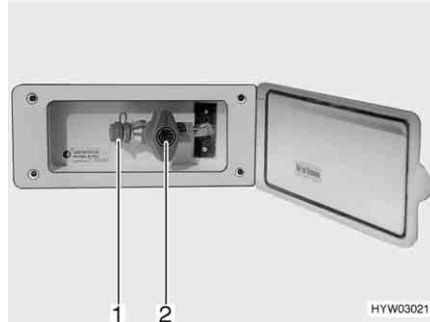

Bild 109 Extern gasanslutning, gasavstängningsventilen stängd
Den externa gasanslutningen (Bild 109) befinner sig, beroende på modell, på fordonets bakdel eller på fordonets vänstra resp. högra sida.
- Anslut den externa gasapparaten till anslutningar (Bild 109,1).
- Öppna gasavstängningsventilen (Bild 109,2).